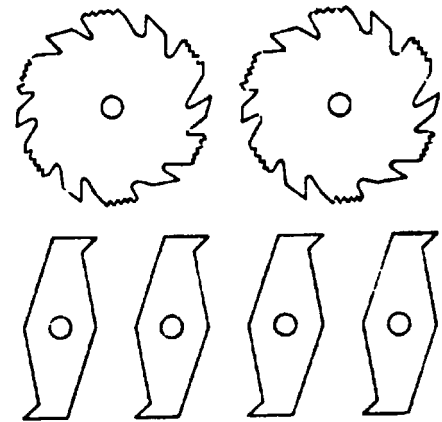
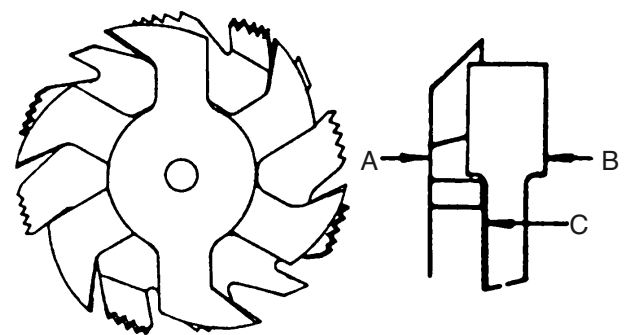

FIGURE 28
FIGURE 29
Une tête à rainurer sert à produire des rainures ou de large entailles. La plupart des têtes à rainurer comportent deux lames à l'extérieur et quatre ou cinq couteaux, tel que montré à la Fig.28. Il existe des couteaux de différentes largeurs, de 1/8" à 13/16" pour exécuter des rainures ou des entailles et tenons, etc. S'assurer que les tranchants des couteaux se placent dans l'entaille des dents de la lame, tel que montré à la Fig.29. Le chevauchement du tranchant des couteaux et de la dent de la lame est montré à la Fig.29. (A) étant l'extérieur de la lame, (B) étant l'intérieur du couteau, (C) étant des rondelles en carton, utilisées pour obtenir la largeur précise. Une rainure de 1/4" est obtenue en utilisant les deux lames extérieures. Si les dents des lames sont avoyées, il faudra décaler les dents d'une des deux scies pour éviter un renflement de l'ensemble.